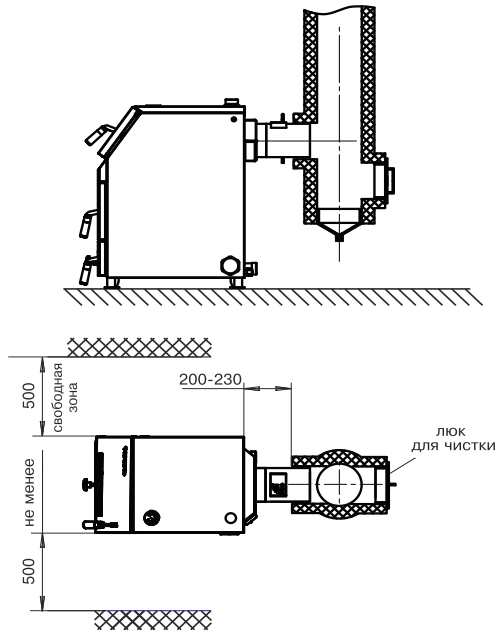

Рис.5 Схема установки котла
6.1.11. Расположение котла в помещении с учетом необходимого для обслуживания пространства показано на (рис. 5).